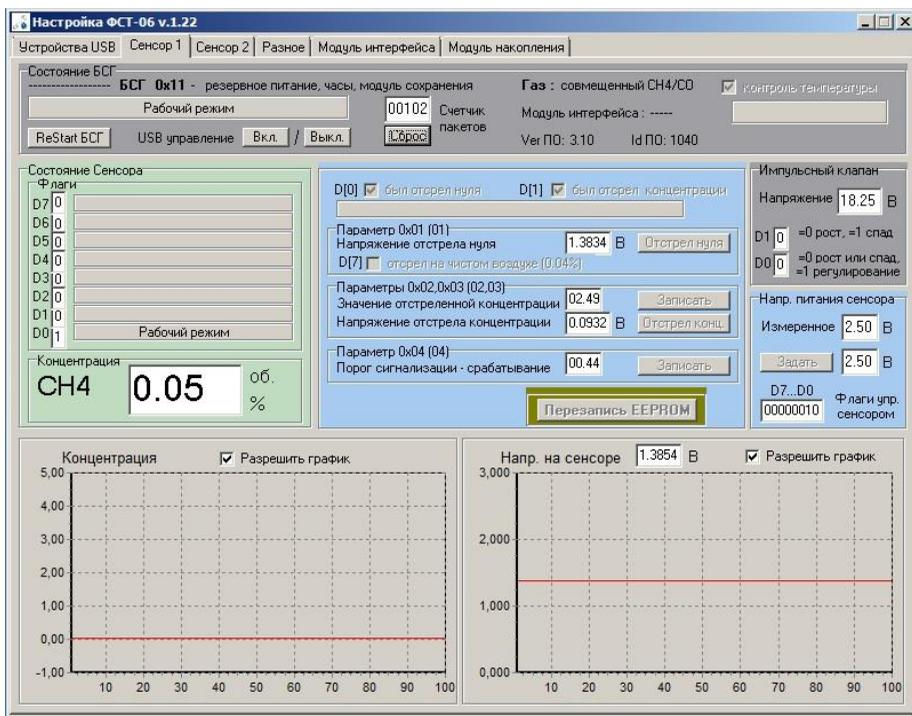

Рисунок. 8.2 Вид окна программы при подключении к БСГ
8.3. Если данное устройство БСГ ФСТ-06 в окне программы появляются другие закладки. Наибольшее число закладок при подключении БСГ ФСТ-06.1 СН4/СО: Сенсор 1 (СН4), Сенсор 2 (СО), Разное, Модуль интерфейсов, Модуль накопления. Вид окна программы для этого случая изображен на рис.8.2.